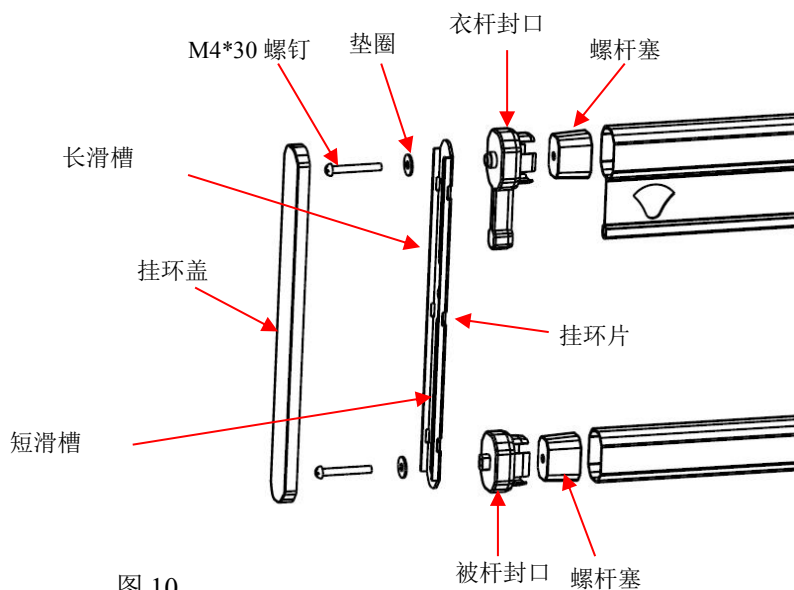

图 10
- a. 按照图 10 所示将衣杆与被杆组装好，注意挂环组件中挂环片的朝向，挂环中长滑槽对应衣杆，短滑槽对应被杆；